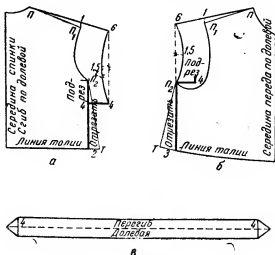

Рис. 192. Нанесение линий фасона кофточки с цельнокросным коротким подрезным рукавом:
**Спинка.** От точки  $P_1$  (рис. 192, а) вверх откладывают 1 см, затем кладут линейку на точку П и точку 1 и ведут линию длины плеча с рукавом так, чтобы она прошла на 6 см дальше точки 1 (длина рукава определена в 6 см).
**Полочка.** От точки  $P_1$  (рис. 192, б) вверх откладывают 1 см. Затем кладут линейку на точку П и точку 1 и проводят линию плеча с рукавом дальше точки 1 на 6 см (длина рукава).
**Воротник стойка.** Длина воротника (рис. 192, в), равна окружности горловины изделия плюс 20 см на банты. Ширина стойки 4 см (в готовом виде 2 см).